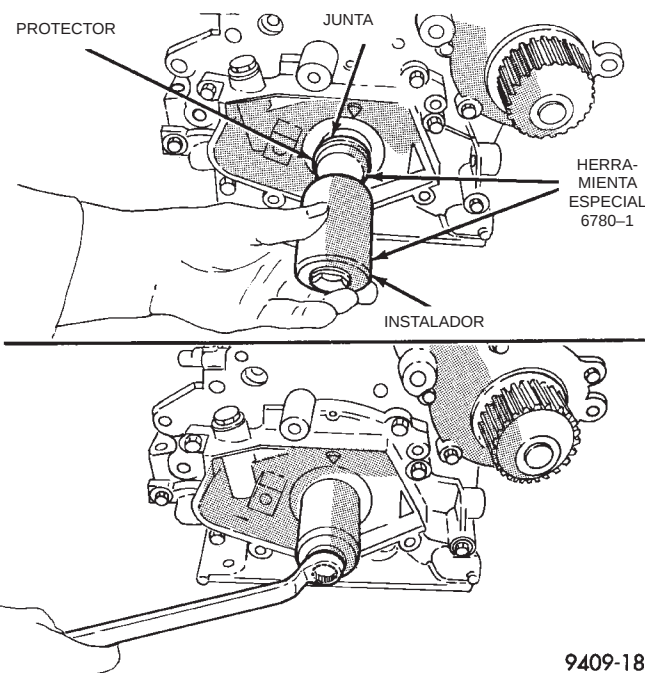

Fig. 112 Junta delantera del cigüeñal—instalación
- (5) Apriete todos los pernos de fijación de la bomba de aceite con una torsión de 28 N·m (250 lbs. pulg.)
- (6) Instale la nueva junta delantera del cigüeñal, utilizando la herramienta especial 6780 (Fig. 112).